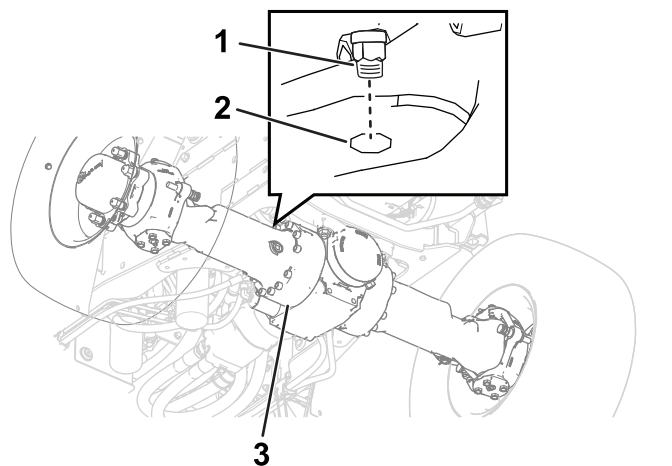
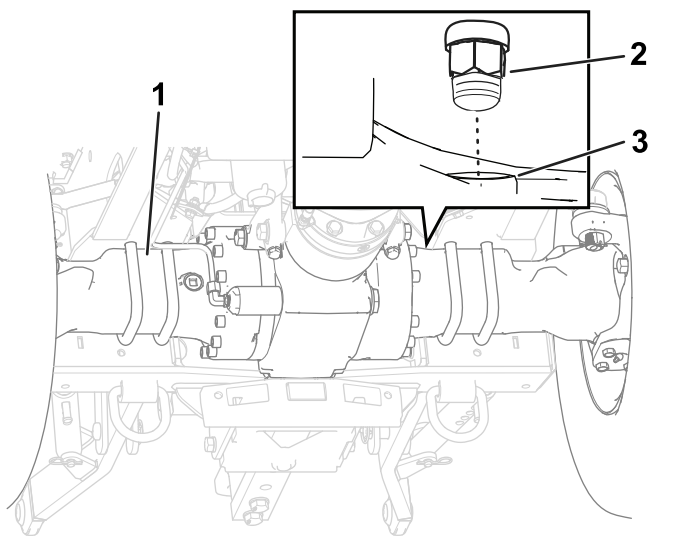

Figure 103
Figure 104
1. Nettoyez la surface autour des reniflards avec un solvant de nettoyage (Figure 103 et Figure 104).
2. Enlevez les reniflards de l'essieu avant et des essieux arrière (Figure 103 et Figure 104).
5. Installez les reniflards dans les essieux avant et arrière (Figure 103 et Figure 104).